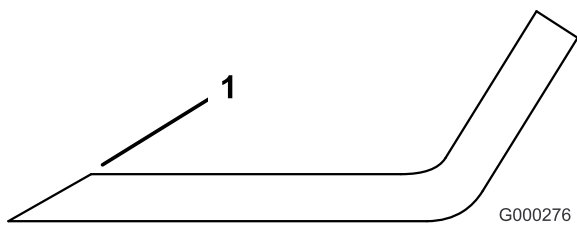

Figure 52
1. Au moyen d'une lime, aiguissez les tranchants aux deux extrémités de la lame (Figure 52). Veillez à conserver l'angle de coupe d'origine. Limez la même quantité de métal sur chacun des deux tranchants pour ne pas déséquilibrer la lame.